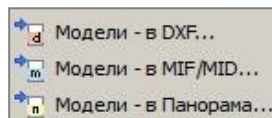

Рис. 32.17
1. В меню **Данные/ Экспорт** (рис. 32.17) выбираем соответствующую команду.